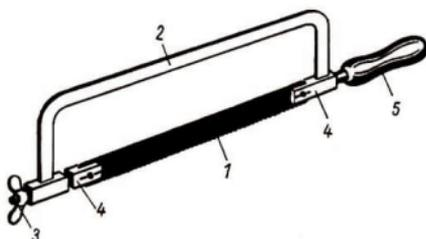

Bild 13 Handbügelsäge
Arbeitsmittel. Zum Sägen von Metall benutzt man die **Handbügelsäge** (Bild 13). Sie besteht aus dem **Sägeblatt** (1), dem **Bügel** (2), der **Spannschraube mit Flügelmutter** (3), den **Sägeblatthaltern** (4) und dem **Griff** (5). Das Sägeblatt arbeitet auf Schub, es läßt sich um jeweils 90° um-